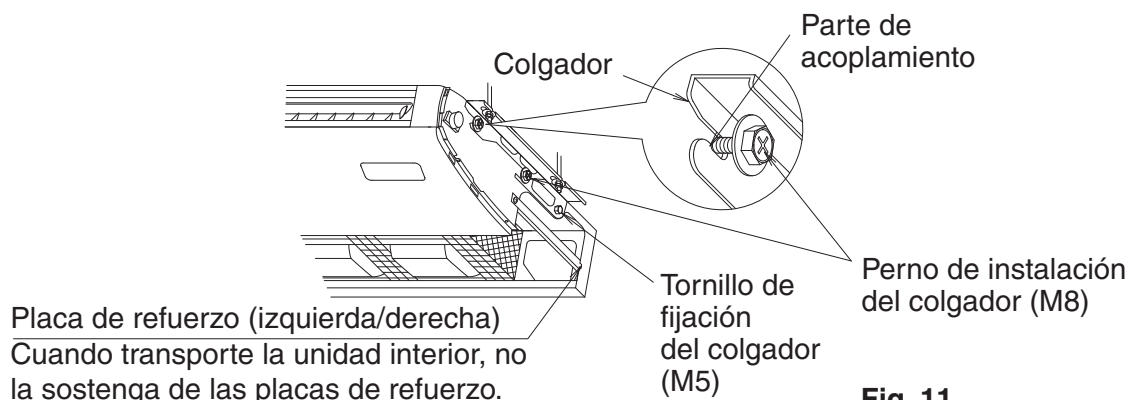

Fig. 11
(2) Para colgar la unidad de forma temporal, eleve la unidad interior, deslícela desde la parte delantera y coloque el perno (M8) de instalación del colgador de forma segura. (Refiérase a la Fig. 11)
- (3) Apriete los tornillos de sujeción del colgador (M5) en los 2 puntos que se retiraron anteriormente, del mismo modo que estaban. **(Refiérase a la Fig. 11)**
- (4) Ajuste firmemente los pernos de instalación del colgador (M8) en los 4 puntos. **(Refiérase a la Fig. 11)**